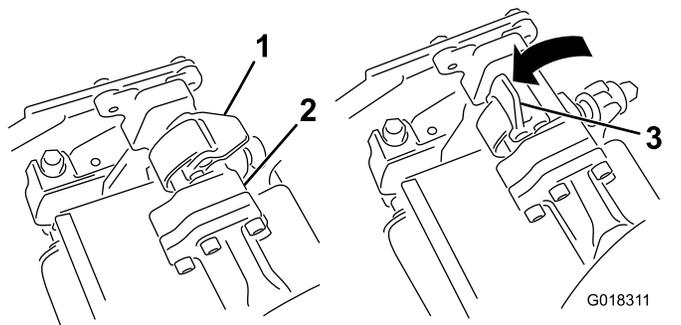
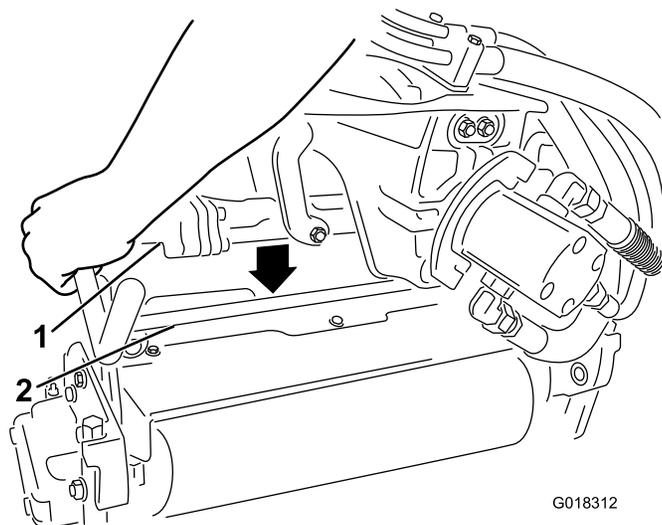

Figure 1
Figure 2
2. Les verrous de la barre de bras de suspension étant en position ouverte (Figure 1), poussez le bras de suspension vers le bas pour l'engager sur la barre transversale en haut de l'unité d'aération (Figure 2).
3. Fermez les verrous pour bloquer l'unité d'aération en place (Figure 1).